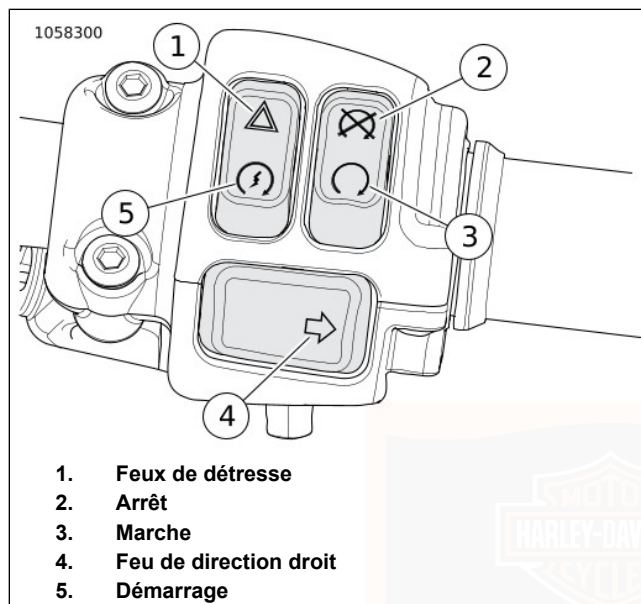

Figure 24. Commutateurs de commande sur la droite du guidon
Voir Figure 24. Le commutateur de feux de détresse (1) est utilisé pour pouvoir laisser une moto en panne sur place en mode feux de détresse. Grâce aux feux de détresse, une moto peut être laissée sur place avec le contact coupé jusqu'à l'arrivée des secours. Voir Tableau 29.
Voir Figure 24. Le commutateur du démarreur (5) se trouve sur le module de commande de droite du guidon. Voir Tableau 29.
1. Mettre le commutateur MARCHE/ARRÊT en position MARCHE (3). Mettre la boîte de vitesse au point mort. Le voyant de point mort (vert) s'allume. Voir FONCTIONNEMENT > DÉMARRAGE DU MOTEUR (Page 88).
2. Appuyer sur le commutateur du démarreur (5) pour mettre en route le moteur du démarreur.
Voir Figure 24. Appuyer sur le commutateur MARCHE/ARRÊT du moteur sur ARRÊT (2) pour couper le moteur. Voir Tableau 29.
Voir Figure 24. Appuyer sur le commutateur MARCHE/ARRÊT du moteur pour le mettre en position MARCHE (3) pour activer le démarrage et le fonctionnement du moteur. Le commutateur MARCHE/ARRÊT du moteur doit se trouver en position MARCHE pour démarrer ou faire fonctionner le moteur. Voir Tableau 29.
Voir Figure 24. Appuyer sur le commutateur de feu de direction droit (4) pour activer le feu de direction droit. Voir Tableau 29.